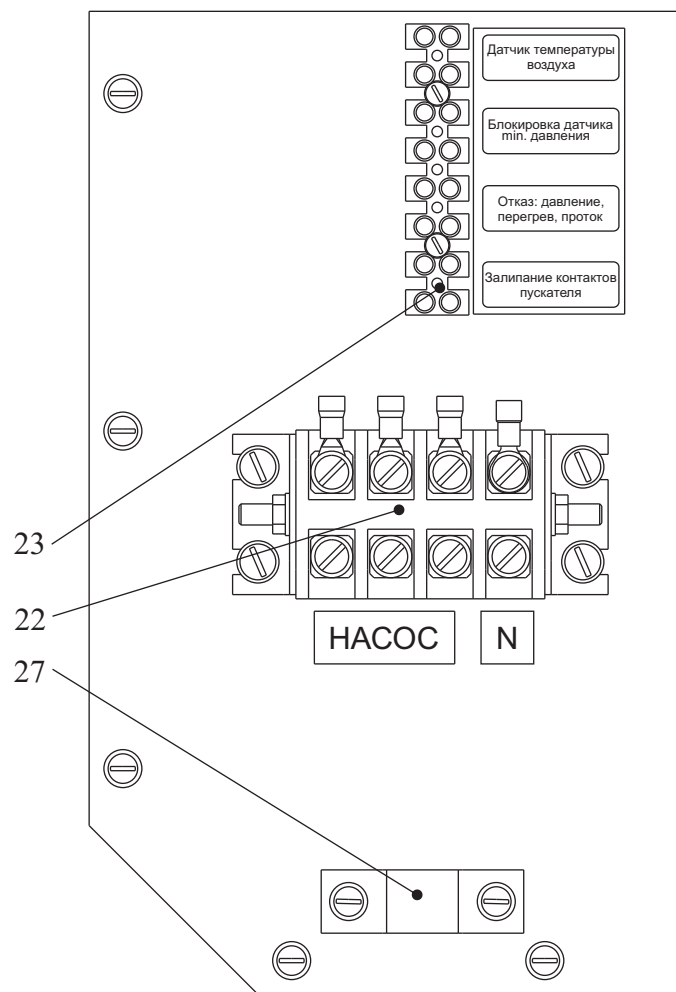

Рис.3 Панель подключения внешних устройств
7.2.6 При подключенном через клеммник “Датчик температуры воздуха” (Рис.3) внешнем датчике температуры воздуха прибор переходит в режим управления по температуре воздуха в помещении, где установлен датчик. Ручка терморегулятора *ТЕМПЕРАТУРА* должна находиться в крайнем правом положении.
При работе прибора в открытой системе отопления на клеммной колодке (23 рис.3) должна быть установлена перемычка на клеммах “Блокировка датчика min. давления”.
4.2.2 Для организации дистанционной индикации отказов прибора на клеммную колодку (23, Рис. 3) выведены сигналы “Отказ: давление, перегрев, проток” и “Залипание контактов пускателя” от соответствующих реле на плате управления. Контакты реле предназначены для работы в цепях переменного и постоянного тока в диапазоне напряжений 0-250В. Допустимый ток коммутации 5А. При аварийной ситуации контакты реле замыкаются.